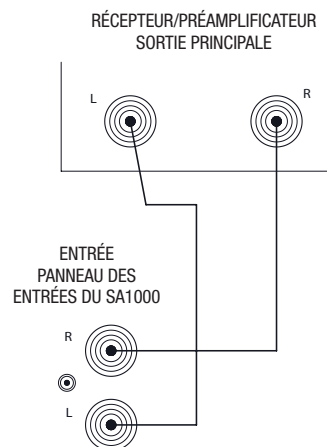

Figure 5
1. Connectez un câble de liaison RCA deux canaux entre les sorties principales gauches et droites du récepteur/préamplificateur et aux connecteurs d'entrée respectifs du panneau arrière du SA1000, comme représenté dans la figure 5.